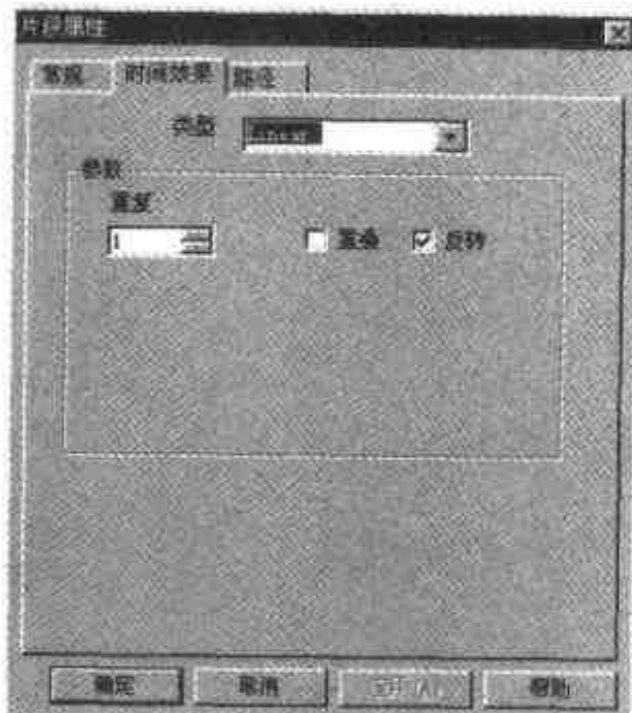

图 5.6 【时间效果】选项卡
- (3) 右击【高度旋转】选项，选择【属性】命令，然后打开【片段属性】对话框中的【时间效果】选项卡，按照如图 5.6 所示设置该选项卡。
- (4) 单击【确定】按钮后，动齿 2 即可实现逆时针旋转。